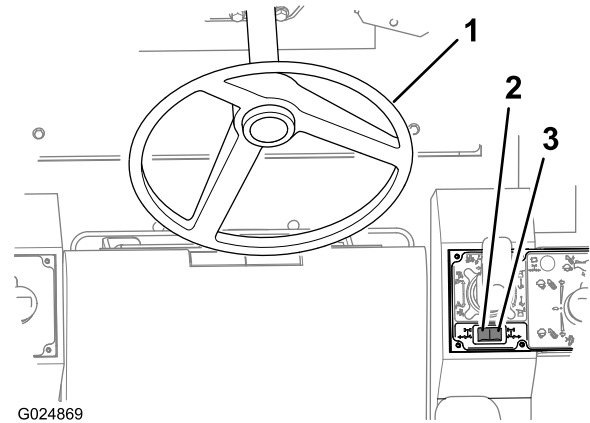

Figura 41
Utilizzate il volante per controllare la sterzata delle ruote anteriori (Figura 41).
- Spingete l'interuttore a bilanciere per lo sterzo delle ruote posteriori (Figura 41) nella metà destra dell'interuttore per sterzare le ruote posteriori a destra (sterzata a sinistra).
- Spingete questo interuttore a bilanciere per lo sterzo delle ruote posteriori (Figura 41) nella metà sinistra dell'interuttore per sterzare le ruote posteriori a sinistra (sterzata a destra).